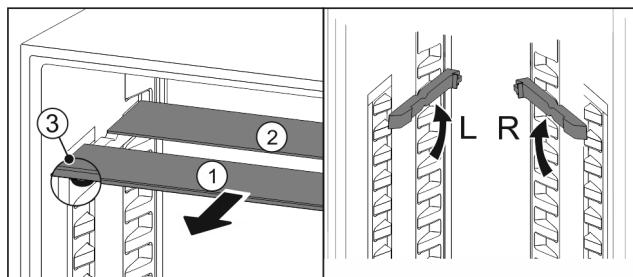

Fig. 20
- По одной извлеките *Fig. 20 (1)* стеклянные панели движением вперед.
- Стеклянная панель *Fig. 20 (1)* с декоративной планкой лежит спереди.
- Стопоры *Fig. 20 (3)* показывают вниз.